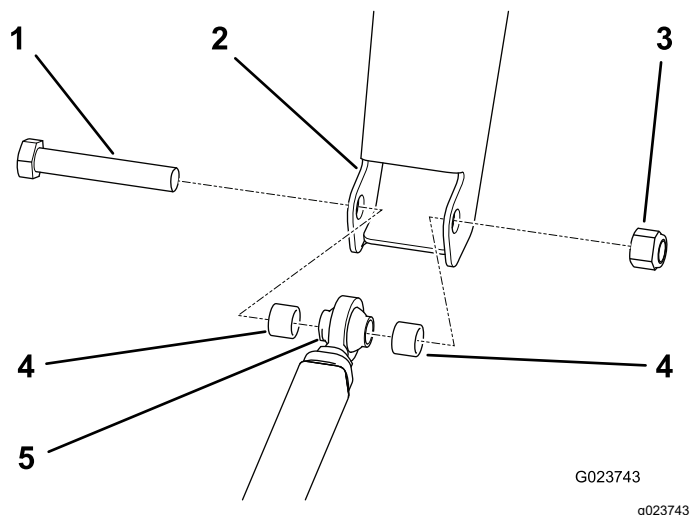

Figura 13
1. Alinhe a extremidade da barra de engate com o engate do chassis (Figura 13).